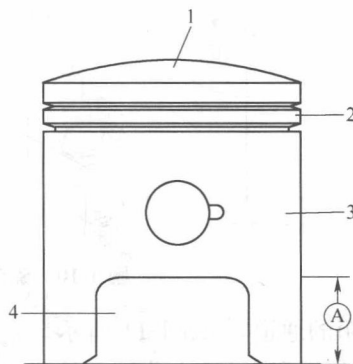

图 1-14 二行程发动机活塞
(4)二行程发动机的活塞控制气口的开闭,当活塞位于上止点时,裙部必须盖住排气口,因此其裙部较长,且裙部开有窗口或缺口,如图 1-14 所示,以便与气缸体